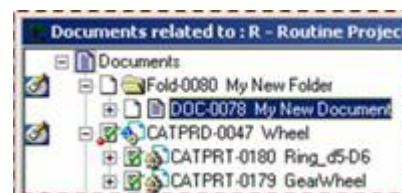

Рис. 8.6. Новый документ
12. Документ появится под папкой в состоянии «Новый» (рис.8.6.).